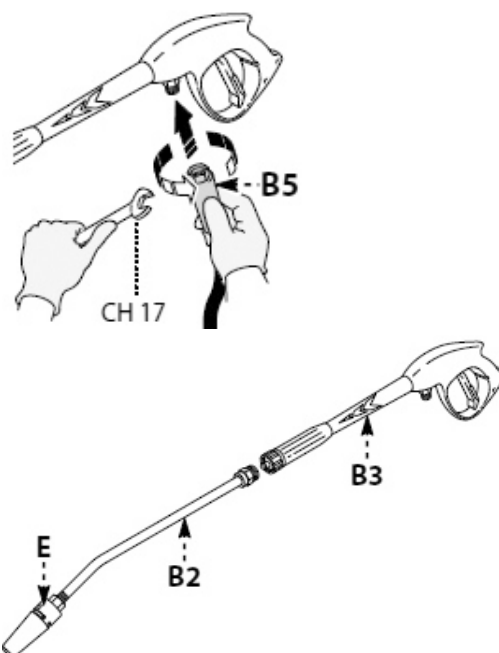

Abb. 8: Montage
Schritt 6: Schrauben Sie den Hochdruckschlauch (Pos. B5, Abb. 8) an der Spritzpistole fest.
Schritt 7: Stecken Sie die Düse (Pos. E, Abb. 8) in die Lanze (Pos. B2, Abb. 8) und dann in den Anschluss der Spritzpistole (Pos. B3, Abb. 8) und drehen Sie die Lanze um 90° im Uhrzeigersinn, um sie in dieser Position zu verriegeln.